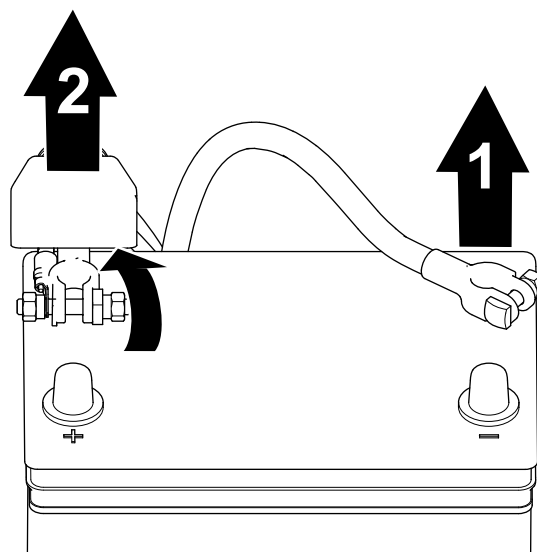

Figura 33
1. Remova o cabo negativo da bateria do terminal da bateria (Figura 33).
2. Levante o isolador e remova o cabo positivo da bateria do polo da bateria (Figura 33).